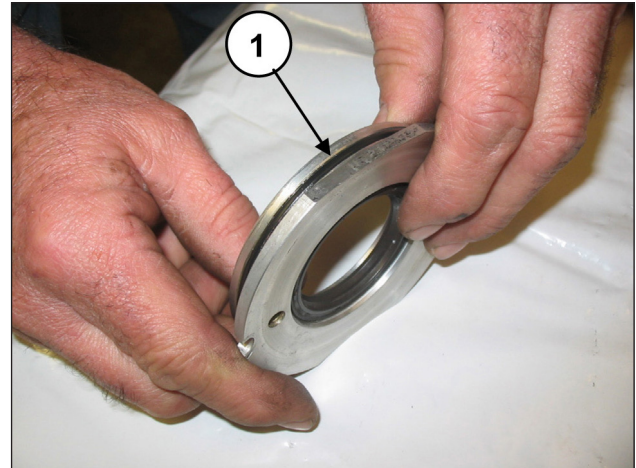
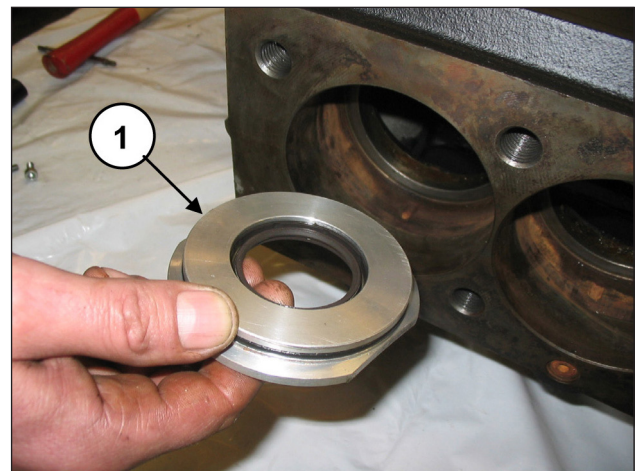

Abb. 130
Abb. 131
Setzen Sie den O-Ring (Pos. ①, Abb. 130) in die Aufnahme des Ölabbstreifer-Deckels ein und bringen Sie die montierte Gruppe in den Gehäusesitz an (Pos. ①, Abb. 131).